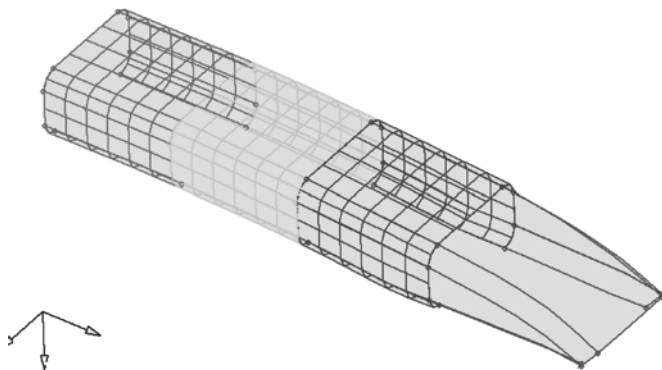

图 2-24 IGES 几何模型文件 bumper_end.igs
- (1) 通过标签域的 Import 面板，单击 Geometry (🌐) 按钮。
- (2) 在 File type 选项弹出的下拉菜单中选择 IGES 类型。
- (3) 单击“文件夹” (📁) 按钮，浏览选择文件 bumper_end.iges。
- (4) 单击 Import 按钮，将几何数据信息导入到模型中，如图 2-24 所示。